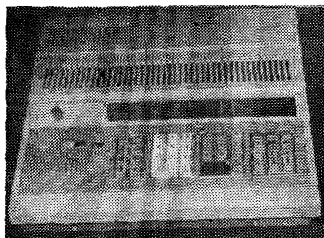

Рис. 35. Электронная вычислительная машина «Искра-124»
6.7. Электронная клавишная вычислительная машина «Искра-124» предназначена (рис. 35) для выполнения научных и инженерно-технических расчетов.